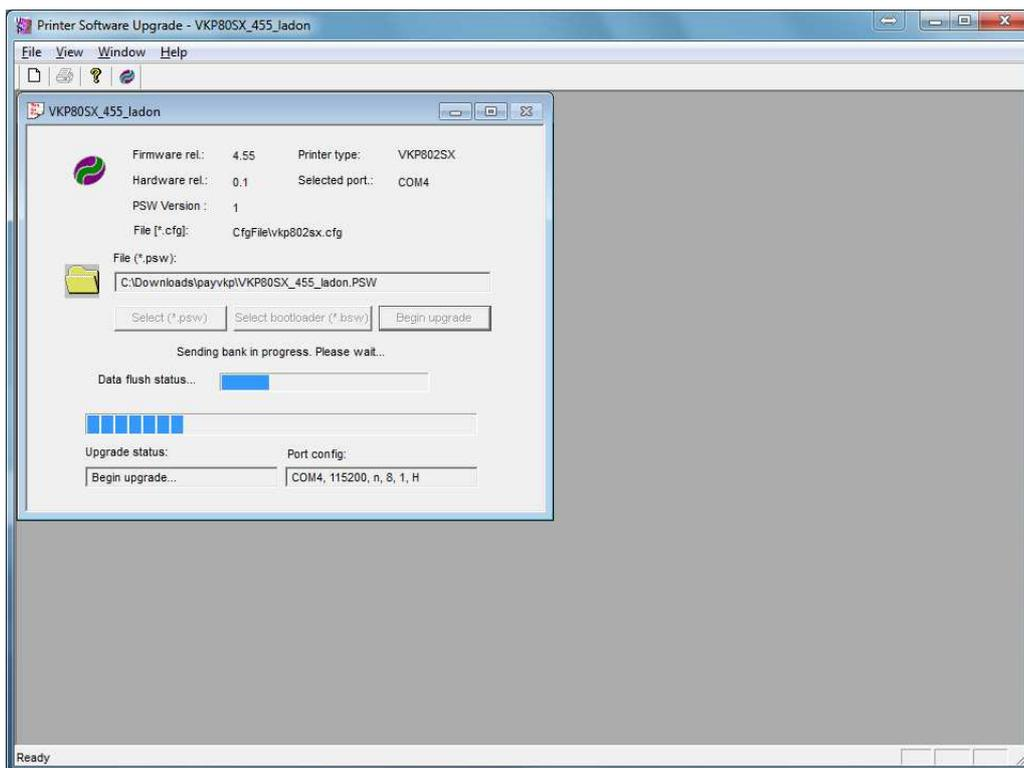

Рисунок 10 – Программирование принтера.
1.5.8. Далее должно начаться программирование (см. рис. 10).